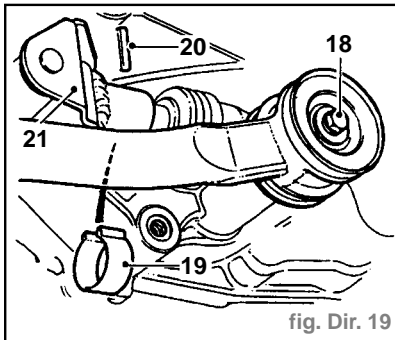

fig. Dir. 19
- Enlever le boulon (18) et débrancher la barre d'appui de changement de vitesse de la boîte de vitesses puis récupérer les 2 rondelles (Fig. Dir. 19).